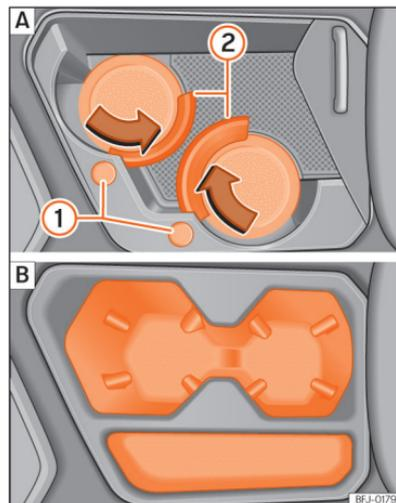

Fig. 178 Na parte dianteira da consola central: **A** suporte de copos (variante 1); **B** suporte de copos (variante 2).
Em função do equipamento, na parte dianteira inferior da consola central existem dois suportes de copos »» Fig. 178.
Para adaptar o suporte de copos ao tamanho da embalagem, pressione o botão correspondente »» Fig. 178 ①. O aro de fixação ② abre-se.
Utilização: Baixe o apoio central dos braços »» Fig. 178.